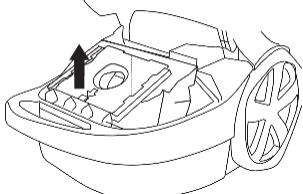
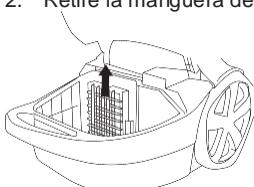

Figura 11 Sustitución de la bolsa de recogida de polvo
Figura 12 Quitar el filtro de entrada
3. Abra la tapa del compartimiento para la bolsa levantando la palanca. Saque la bolsa, véase la figura 11. Tire del soporte del filtro de entrada que se encuentra detrás de la bolsa para sacarlo, véase la figura 12.